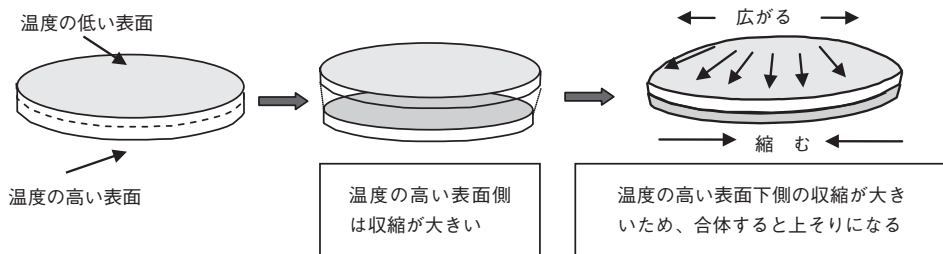
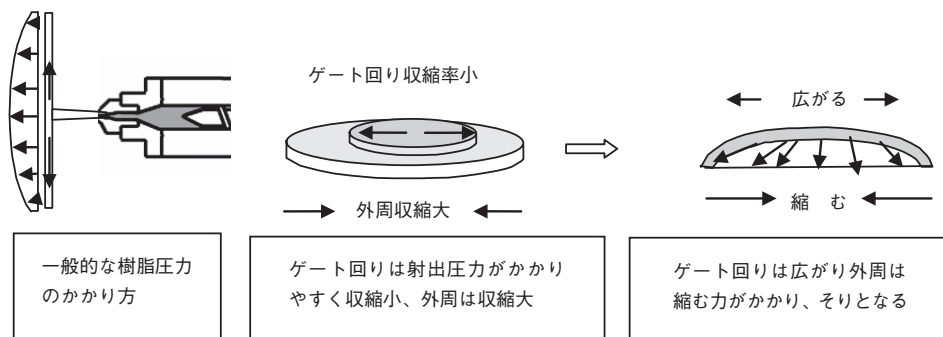

図1 冷却速度の差によるそりのメカニズム
図2 射出圧力のかかり方によるそりのメカニズム
円盤状の成形品のそりのメカニズムは、①コア側とキャビティ側の金型の温度差（冷却速度の差）により発生するそり（図1）と、それに加えて、②射出圧力による残留応力でのそり（図2）、③樹脂の配向（図3）によるそりなどが相関し、成形品全体のそりとして現れる。